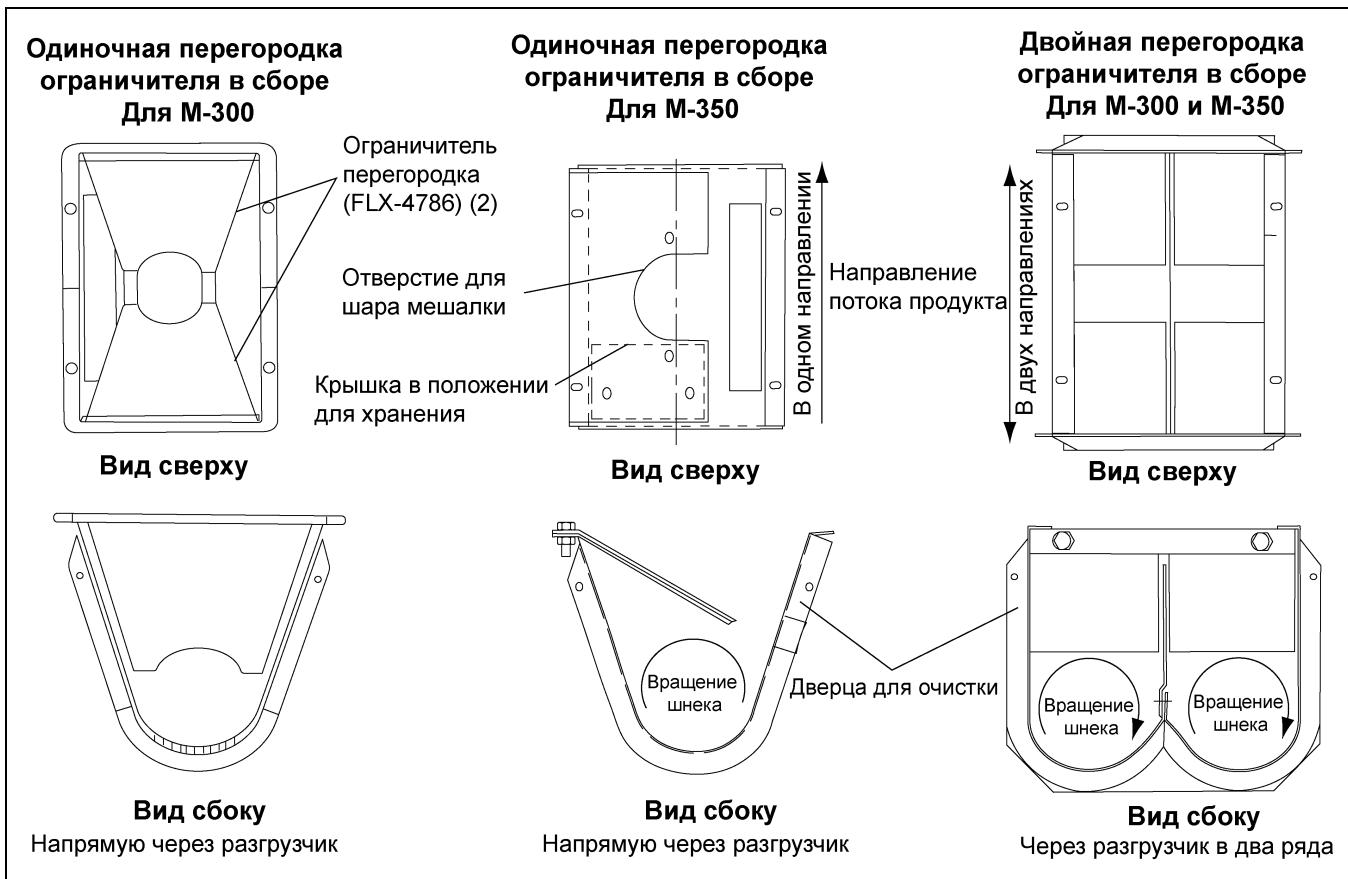

Рисунок 5H
2. Установите перегородку (FLX-4750) в M-350 одинарное разгрузочное устройство, как показано на рис. 5H. В сдвоенном разгрузочном устройстве перегородка устанавливается на заводе-изготовителе, как показано на рис. 5H.